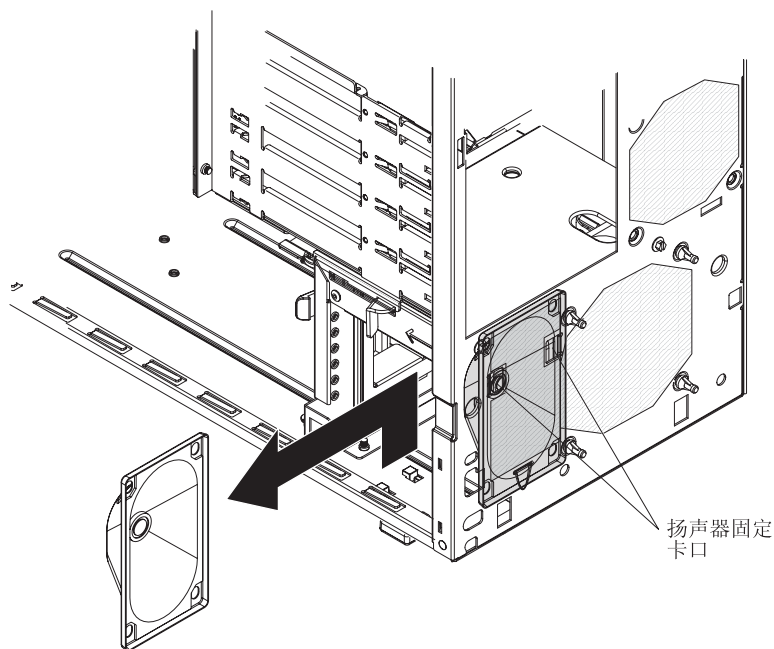

图 25. 卸下扬声器
7. 握住扬声器并向机架顶部方向将扬声器滑出其固定卡口，然后将其从机架中取出（请参阅图 25）。